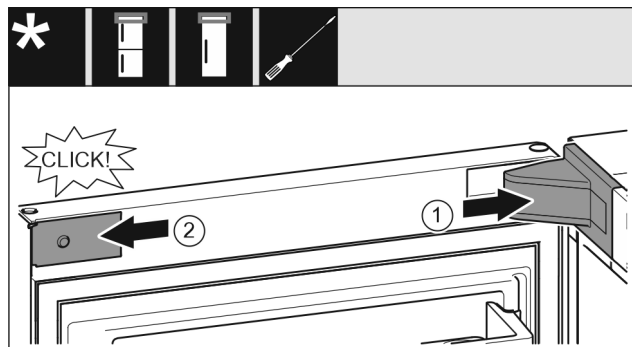

Fig. 27
- ▶ Coloque la cubierta del soporte del cojinete Fig. 27 (1) y encájela en su sitio, separándola con cuidado si es necesario.
- ▶ Coloque la tapa ciega Fig. 27 (2) lateralmente y encájela.